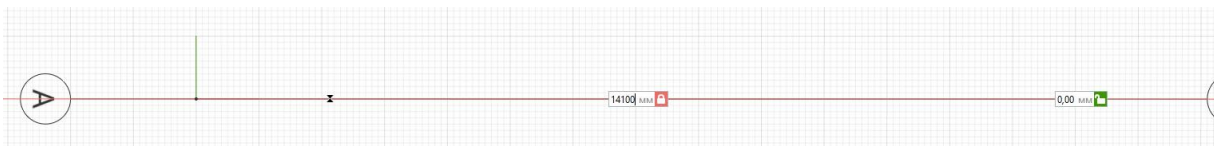

Рис. 9 Построение второй точки оси
5. Укажем вторую точку с помощью динамических полей ввода (рис. 9):